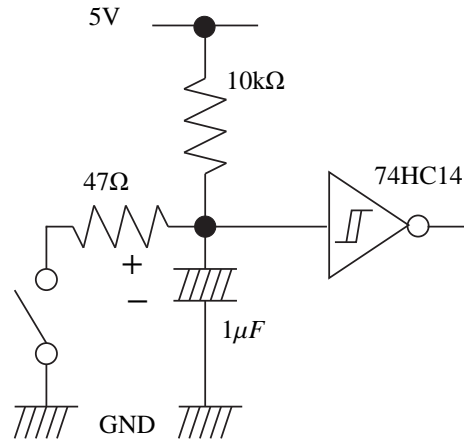

Fig. 2: チャタリング防止回路
チャタリングを防ぐには Fig. 2 のようなチャタリング防止回路を用いる方法とプログラム上で防止する方法がある。この回路はコンデンサで波形をなめらかにし、シュミットトリガで波形をきれいな方形波に成形している。マシンにメカニカルスイッチを使うときは、スイッチ 1 個ごとに必ずチャタリング防止回路を付加することを推奨する。
1. チャタリング防止回路 (Fig. 2) を作り，ON/OFF 時の波形を確認する。^a